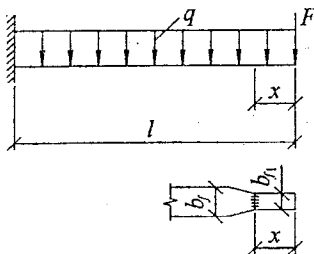

Рисунок 10.1 – Розрахункова схема та фрагмент полочки зварної двотаврової балки
1. Накреслити схему, яка наведена на рис. 10.1, і виконати обчислення згідно з прикладом, наведеним нижче.